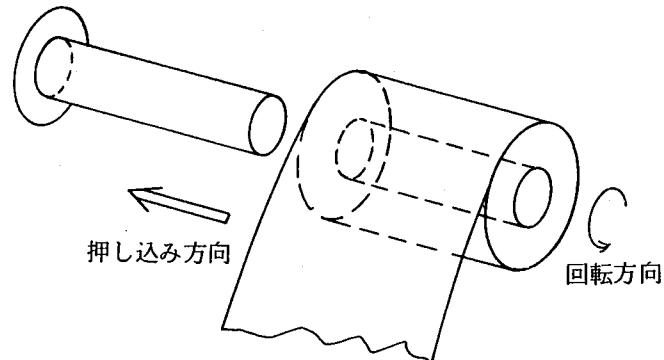

図7-15
① 記録紙を図7-15の様にストックローラ④のツバに当るまで押し込みます。
② 残量プレート②を使用する記録紙幅の表示位置までスライドさせてセットします。
③ ストックローラ（記録紙）④のツバが左側になるようにストックローラ構③にあわせ、完全に止まるところまで押し込みます。
④ この後は、記録器本体のペーパーガイドボス、プレッシャーローラ、テンションプレートを各々使用する記録紙幅の表示位置までスライドさせてセットします。
⑤ 記録紙を引き出し送りローラにのせ記録紙収納蓋を完全にロックするまで確実に閉じて下さい。